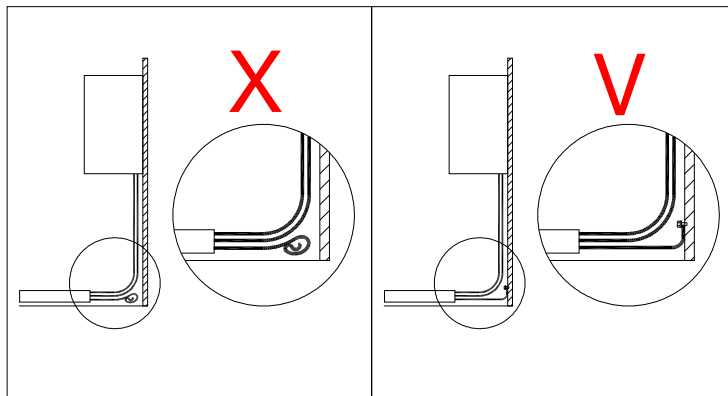

图 1.6.5-1:无用线材建议接法
1.6.5 多余无用的线材，请移除或两端接地，避免浮接，如图 1.6.5-1 所示。